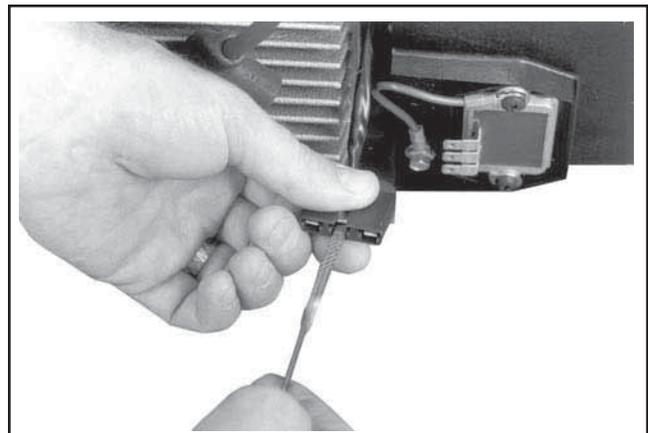

Figure 9-32. Enlever le câble B+ de la borne.
2. Utiliser la pointe de la jauge de niveau ou un outil plat et petit pareil pour tordre la queue de fermeture, enlever ensuite le B+ (câble central) de la borne comme il est montré à la Figure 9-32. Cela permettra d'enlever le carter de protection du ventilateur sans abîmer le câblage.